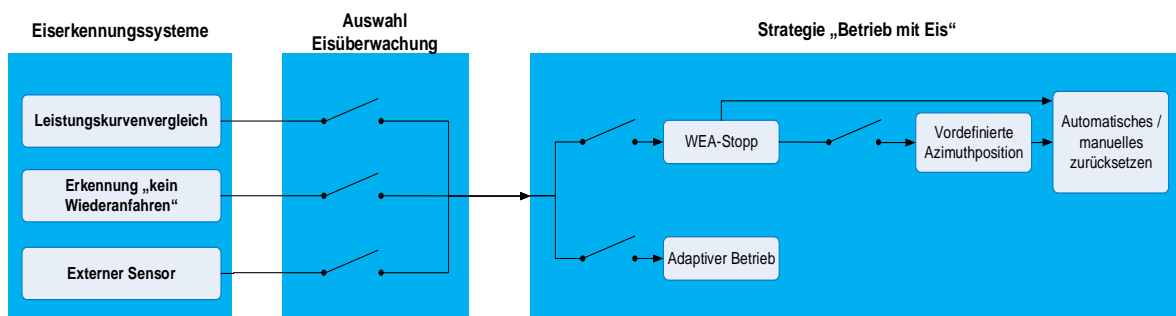

Abbildung 1: Schnittstelle zur Eiserkennung und Strategie „Betrieb mit Eis“ für einzelne WEA
Abbildung 1 zeigt eine Visualisierung der verfügbaren Optionen und wie sie miteinander verbunden sind.
- Der externe Sensor ist als WEA-Eiserkennungsquelle (Abbildung 1) für einzelne WEA ausgewählt, wodurch die einzelne WEA selbst auf den Sensor reagieren kann. Zusätzlich kann auch das SCADA-System auf das Signal reagieren und weitere WEA am Standort stoppen.
- Der externe Sensor ist nicht als Eiserkennungsquelle für die WEA ausgewählt (Abbildung 1), so dass die einzelne WEA selbst nicht auf den externen Sensor reagiert, aber das SCADA-System kann immer noch auf das Signal reagieren und die jeweiligen WEA am Standort stoppen.